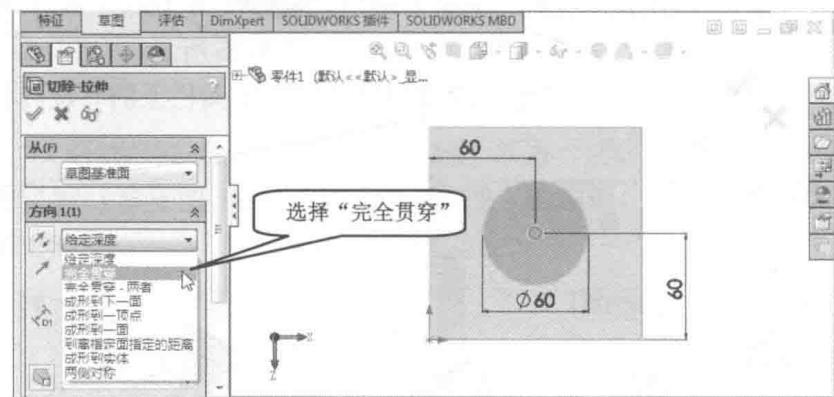

图 1-19 设置“切除-拉伸”属性
(5) 单击确认角的“确认”按钮 \checkmark ，结束并接受草图绘制。系统自动进入“切除-拉伸”属性设置状态。
(6) 将左窗格中“方向 1”下的终止条件改为“完全贯穿”(见图 1-19)，单击“确定”按钮 \checkmark ，完成“切除-拉伸”操作。